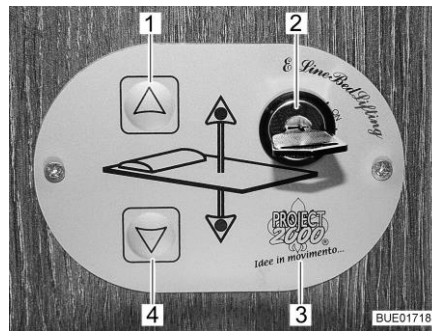

Fig. 105 Elemento de mando
Con las teclas (Fig. 105,1 y 4) en el elemento de mando (Fig. 105,3), se subirá o bajará la cama elevada. Con el interruptor llave (Fig. 105,2), se bloqueará el elemento de mando contra su utilización no autorizada.
- Girar la llave en el interruptor llave (Fig. 105,2) 90° en sentido de las agujas del reloj a la posición "On". El elemento de mando (Fig. 105,3) está activado.
- Pulsar la tecla de flecha (Fig. 105,4) y mantenerla pulsada hasta que la cama elevada haya bajado a la posición deseada.
- Pulsar la tecla de flecha (Fig. 105,1) y mantenerla pulsada hasta que la cama elevada haya subido a la posición final.